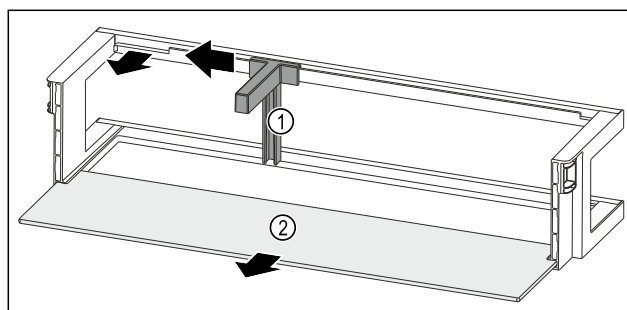

Fig. 201 Türabsteller mit Flaschenhalter und Abstellfläche
- Flaschenhalter Fig. 201 (1) bis zur Aussparung zur Seite schieben.
- Flaschenhalter Fig. 201 (1) entnehmen.
- Abstellfläche Fig. 201 (2) entnehmen.